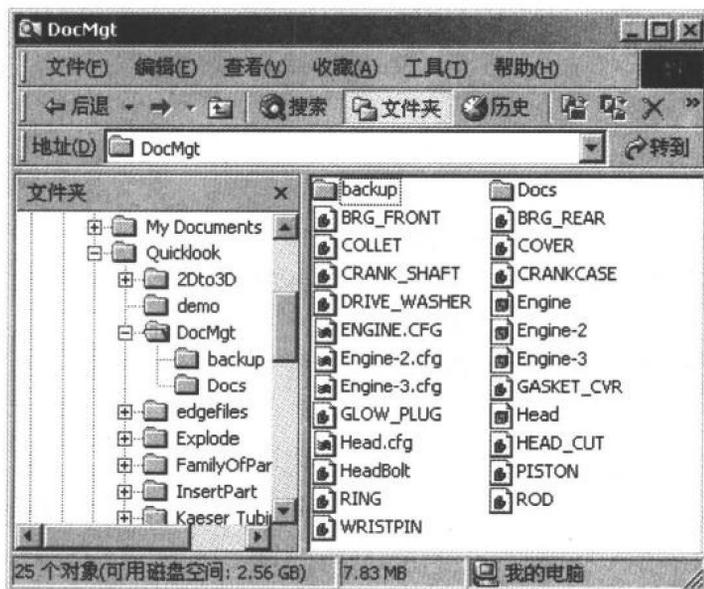

图 1.1
- 打开 Windows 浏览器查找到“引擎”文件的位置 E:\Solid Edge 范例\DocMgt，如图 1.1 所示；